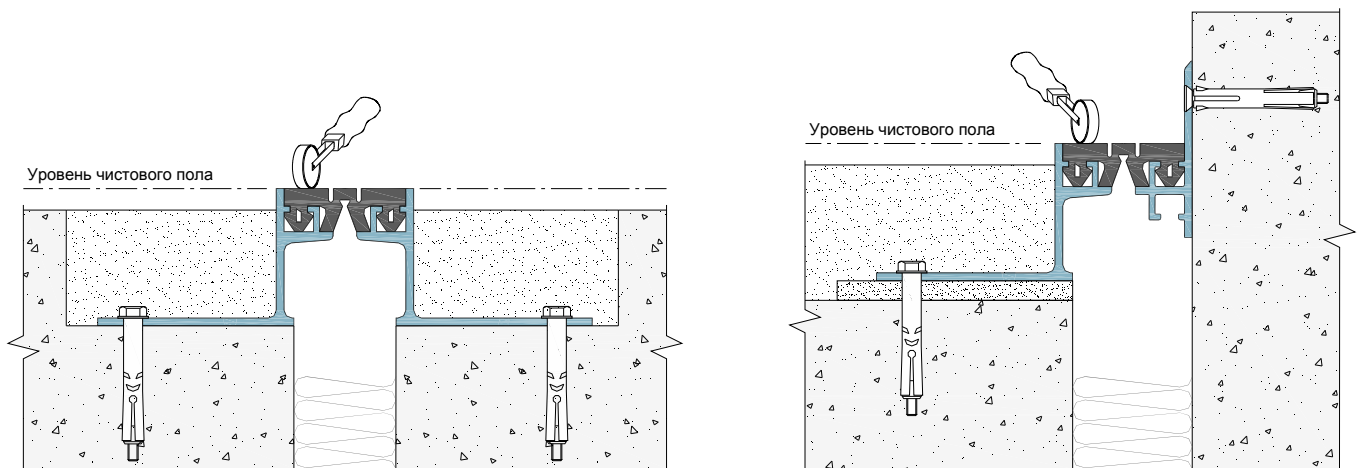

Рисунок 7 Установка уплотнителя
⑥ Удалите временные шаблоны (отрезки уплотнителя). Вдавливайте уплотнитель в посадочные места алюминиевых стоек до тех пор, пока уплотнение не окажется вровень с верхними краями алюминиевых стоек (Рисунок 7).